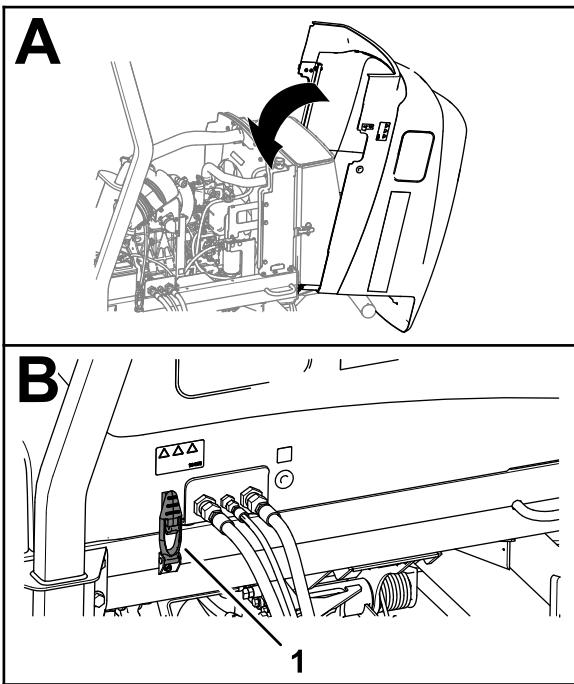

Bild 94
1. Schließen Sie die Haube vorsichtig (Bild 94).